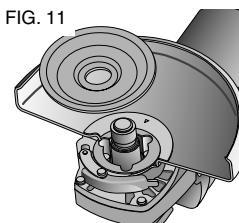

FIG. 11
Fixation de la meule ou des disques souples de ponçage au moyen d'une bride à moyeu déporté (fig. 11 et 13 à 15)
1. placer la bride de soutien sur la broche de la meuleuse (fig. 11);
Fixation et utilisation de meules abrasives ou de coupe-bordures (fig. 11 à 13)
3. visser la bride filetée sur la broche, en s'assurant de bien centrer la meule par rapport au moyeu de la bride de soutien (fig. 11);